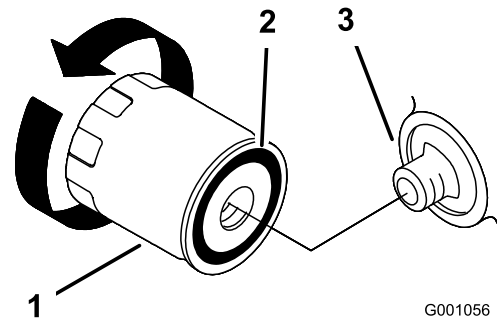

Figure 24
2. Déposez le filtre à huile usagé et essuyez la surface du joint (Figure 24)
3. Appliquez une fine couche d'huile neuve sur le joint en caoutchouc du filtre de rechange (Figure 24).
4. Posez le filtre à huile de rechange sur l'adaptateur, tournez le filtre dans le sens horaire jusqu'à ce que le joint en caoutchouc touche l'adaptateur, puis serrez le filtre de 2/3 de tour à 1 tour supplémentaire (Figure 24).